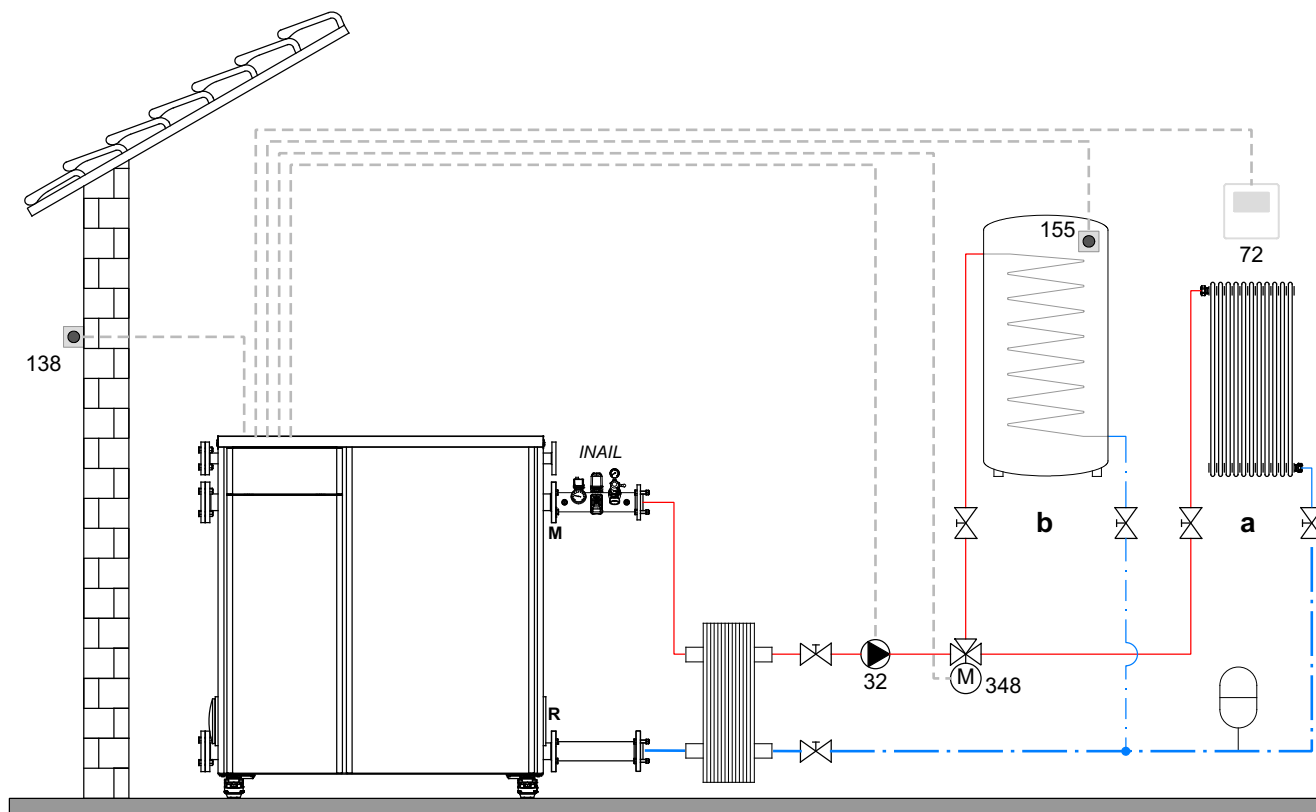
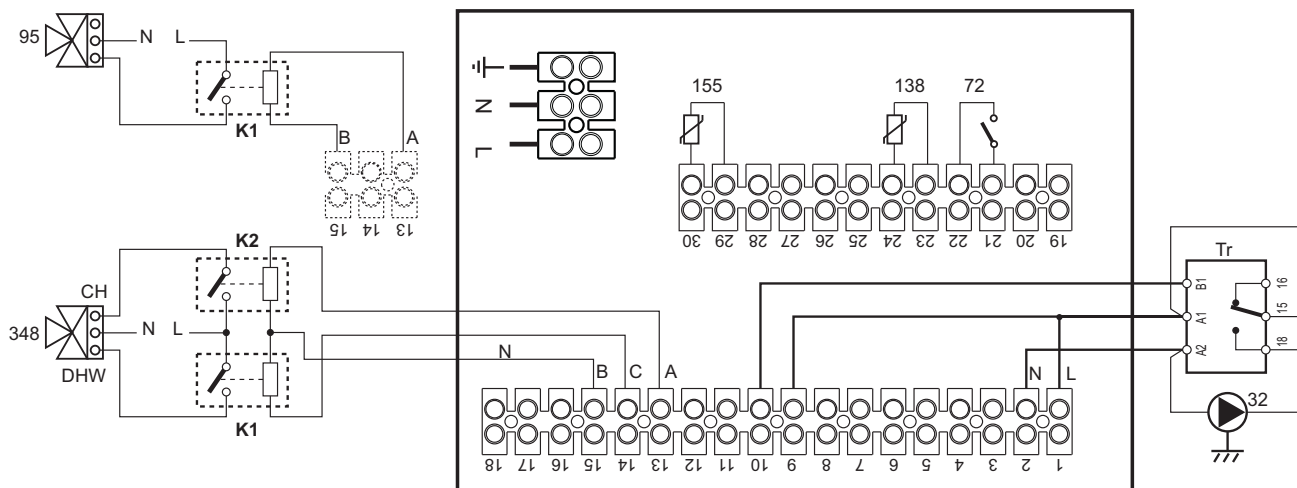

fig. 61
fig. 62
##### Legenda (fig. 61 e fig. 62)
**Per evitare danneggiamenti alla scheda, è consigliato l'uso di relè esterni per il pilotaggio della valvola a 3 vie, come da indicazione di fig. 62.**